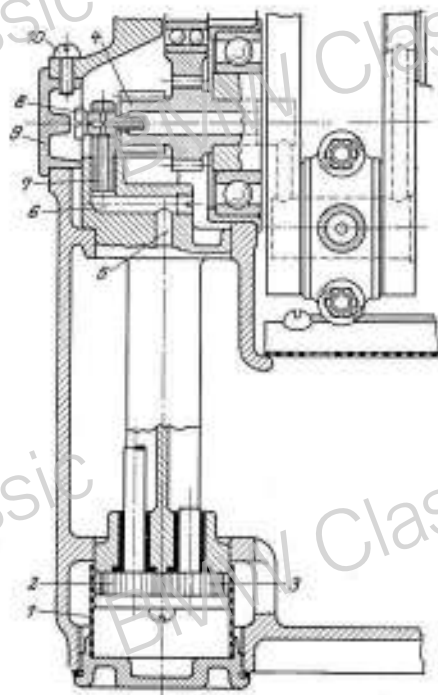

Abb. 9. Schematischer Schnitt durch die Ölpumpe.
Durch einen im Gehäuseunterteil angebrachten Seihers 1 saugt die Ölpumpe deren Anordnung in Abbildung 9 schematisch dargestellt ist, das Öl durch die Tätigkeit der Zahnräder 2 und 3 an, von denen das erste am unteren Ende einer langen, senkrechten Welle sitzt, die durch ein Schneckenrad von einer auf der Kurbelwelle des Motors angebrachten Schnecke 4 angetrieben wird. Das Öl steigt in der Bohrung 5 hoch und gelangt durch die Querbohrung 6 an die in dem Zwischenstücke 7 herauserschraubbar angebrachte Öldüse 8, von der es durch die Hauptleitung des Motors den einzelnen Schmierstellen zugeführt wird. Etwaige trotz des Seihers in die Ölpumpe gelangten Verunreinigungen setzen sich in der Düse 8 fest. Sie müssen entfernt werden, sobald der Motor nicht genug Öl erhält, was sich durch harten Gang des Motors und schließliches Heißwerden der Zylinder bemerkbar macht. Die Öldüse ist leicht von außen erreichbar und zwar ist es nur notwendig, den am Motorgehäuse vorne in der Mitte angebrachten Verschlußdeckel 9 nach Zurückdrehung der Sicherungs-
6. Kontrolle und Montage: Soll aus irgend welchem Grunde der Entlüfter ausgebaut werden, so ist nur nötig, die Mutter von dem Deckel an der Rückseite der Steuerwelle zu schrauben, worauf das Entlüftergehäuse mit dem Bolzen an der Vorderseite des Motorgehäuseobertheiles abgenommen werden kann (Abb. 17). Beim Einbau ist auf die richtige Stellung des Entlüftergehäuses besonders acht zu geben, die aus Abb. 9 ersichtlich ist.